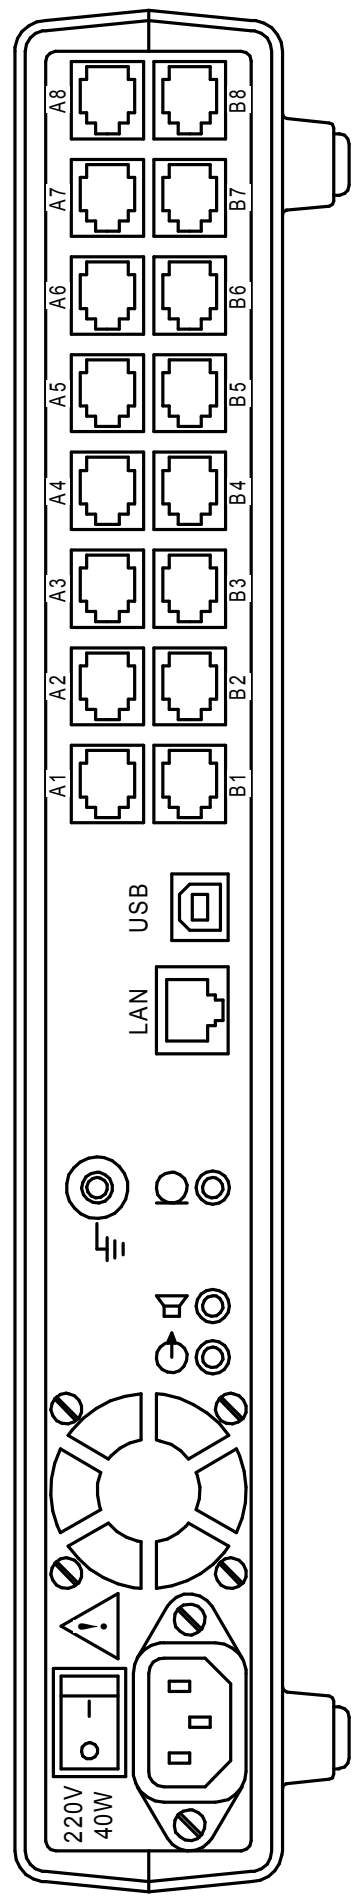

Рис. 2
На задней панели (см. рис. 2) ЦММ серии МЭТ расположены:
6.2.1 Каждый канал ЦММ серий МЭТ, 2МЭТ подключается параллельно линии связи через соответствующую 6-ти контактную телефонную розетку RJ -12, расположенную на задней панели ЦММ («КАНАЛЫ» на рис. 2 настоящего РЭ).
6.3 Подсоединить кабель электропитания ЦММ к сети однофазного тока с напряжением (220±22)В, частотой (50±1)Гц через заземлённую розетку. Допускается заземление ЦММ производить через клемму заземления на задней панели ЦММ (см. рис. 2) медным проводом сечением не менее 1,5 кв. мм.
6.4.1. Включение ЦММ производится тумблером электропитания на задней панели ЦММ (рис. 2) только после выполнения всех требований, изложенных в п.п. 6.2, 6.3. настоящего РЭ.